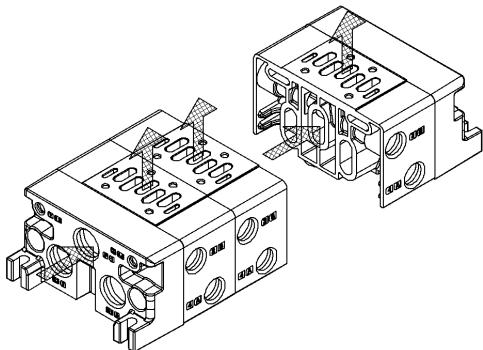

図 1
- 1) エアマニホールドの 1[P]ポートより給気された圧縮空気は、各々のマニホールドブロック給氣に出る。(図 1)